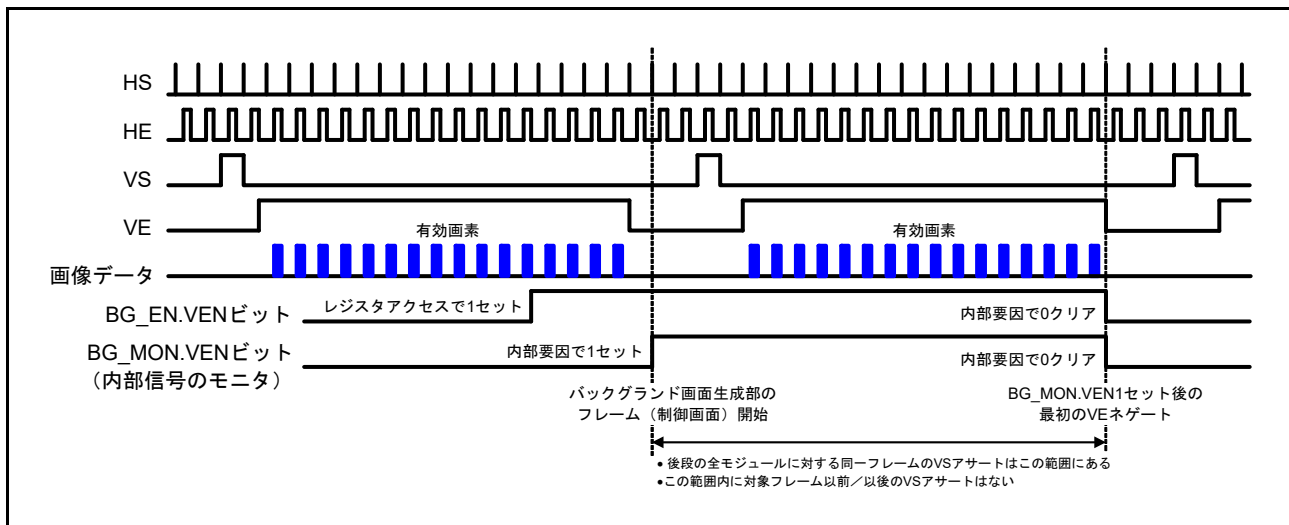

図 58.24 内部動作へのレジスタ値反映制御信号
- 1 にした VEN ビットが 0 になったことを確認します。このビットが 0 になると、対象レジスタのコンテンツが内部動作に反映されます。このビットが引き続き 1 の場合、対象レジスタのコンテンツは内部動作に反映されていない可能性があります。各モジュールの VEN ビットは、対象レジスタ値が内部に反映された直後に 0 になります。ただし、バックグラウンド画面生成モジュールの VEN ビットは、モジュール出力 VE がネゲートされるまで 0 になりません (すべてのモジュールにおいては、レジスタ値が同一フレームの内部動作に反映されるよう、バックグラウンド画面生成モジュールの VS アサートに関して十分な遅延を確保しています)。図 58.24 に、バックグラウンド画面生成モジュールおよびモニタビットが出力する信号の動作を示します。